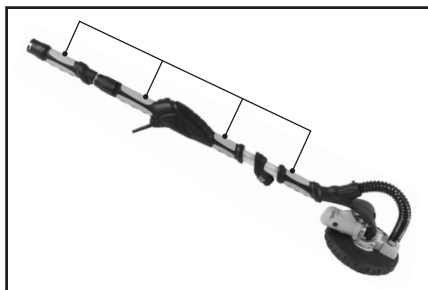

Fig. 11
La levigatrice da muro a secco deve essere afferrata con entrambe le mani. Lungo il tubo principale sono previste (4) superfici di impugnatura (Fig. 11). Afferrare la macchina in corrispondenza della superficie di impugnatura più adatta, posizionando le mani in modo da ottenere la migliore combinazione di raggiungibilità e forza di leva per l'applicazione d'uso prevista.